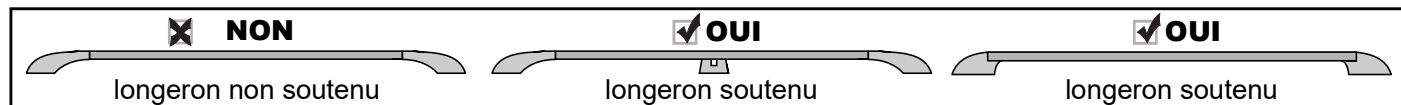

fig. 3
- Ne pas installer sur des longerons en porte-à-faux ou des longerons insuffisamment soutenus (voir la figure 3).